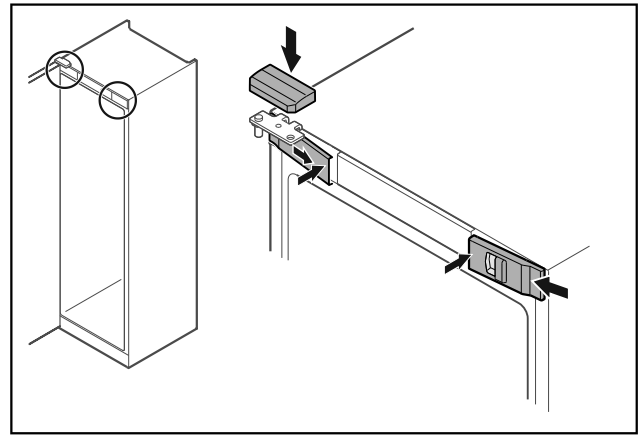

Fig. 51
- ▶ Зацепите сбоку и защелкните передние крышки Fig. 51 (1) с внутренней стороны.
- ▶ Защелкните верхнюю крышку Fig. 51 (2) сверху.